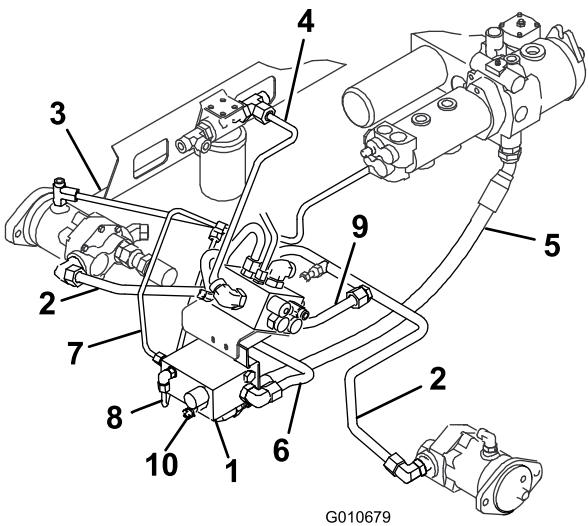

Figura 7
12. Remova o tampão do tubo hidráulico C (Figura 7, chamada 4).
13. Instale o novo tubo hidráulico F ao encaixe recto no lado direito do colector do divisor de caudal (Figura 7). Ligue a outra extremidade ao encaixe no tubo hidráulico C.
14. Remova o tampão do tubo hidráulico B (Figura 7, chamada 3).
15. Instale o novo tubo hidráulico G ao encaixe de 90 graus no lado direito do colector do divisor de caudal (Figura 7, chamada 8). Ligue a outra extremidade ao encaixe no tubo hidráulico B.
17. Instale o novo tubo hidráulico H ao encaixe recto no lado direito do colector do divisor de caudal (Figura 7, chamada 9). Ligue a outra extremidade ao encaixe no tubo hidráulico A.
22. Corte a braçadeira para libertar o conector e ligue o conector ao solenoíde hidráulico no colector do divisor de caudal (Figura 7).